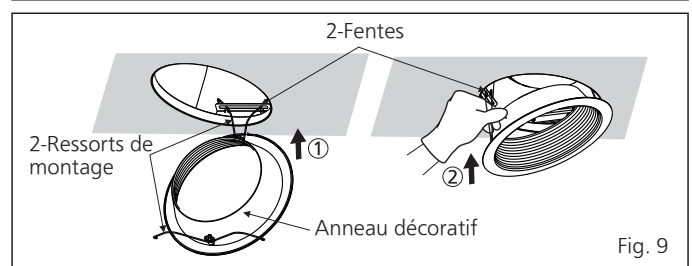

Fig. 9
13. Insérez les ressorts de montage dans la fente comme illustré sur la figure et fixez l'anneau décoratif au boîtier du ventilateur. (Voir Fig. 9)
6. Remplacez l'anneau décoratif. (Voir Fig. 9 de la page 7)
4. Remplacez l'anneau décoratif. (Voir Fig. 9 de la page 7)